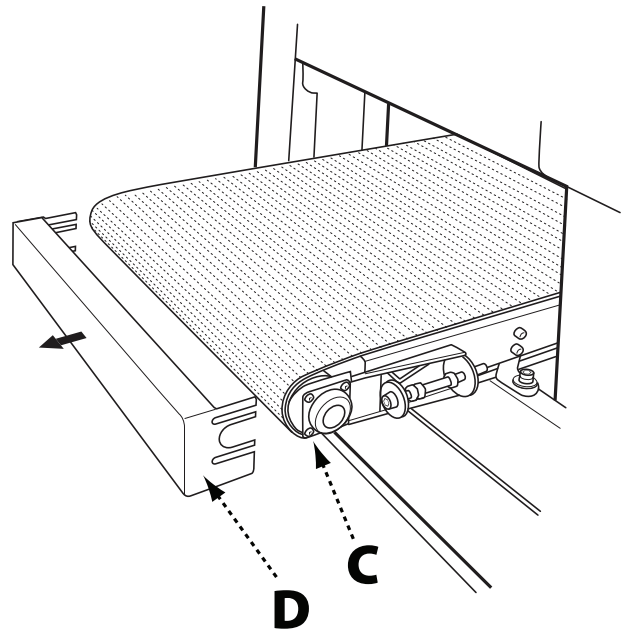
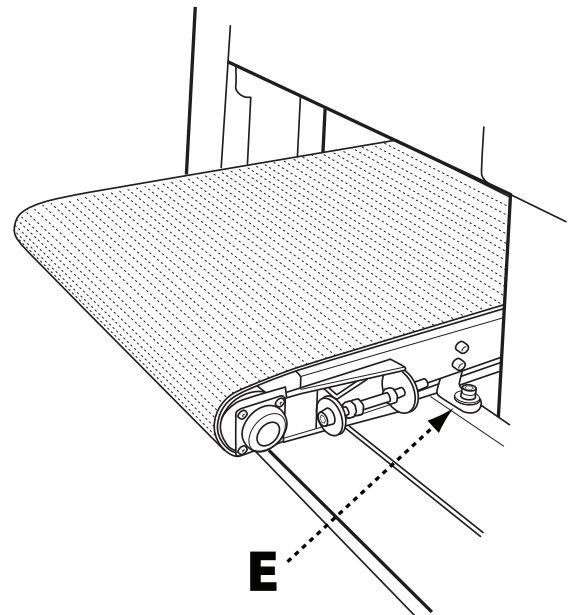

FIG. 9
FIG. 10
3. Desserrez mais ne retirez pas les huit vis cruciformes (C) qui maintiennent les roulements de chaque côté de l'avant de la table d'alimentation. Voir Fig. 9.
4. Retirez la protection avant (D) en la faisant glisser vers l'avant.
5. Localisez et retirez les quatre vis à tête hexagonale de 6 mm (E) fixer la table d'alimentation à la base. Voir Fig. 10.